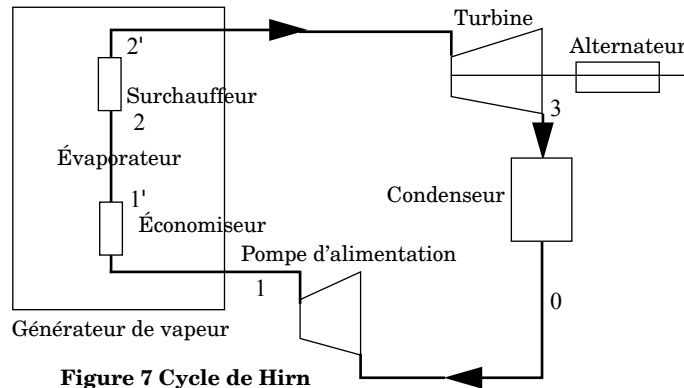

Figure 7 Cycle de Hirn
- a) Représenter l'allure du cycle de Hirn (figure 7) décrit par le fluide dans le diagramme (P, v) . On supposera que l'eau à la sortie de la turbine est sur le palier d'équilibre liquide-vapeur à T_1 .